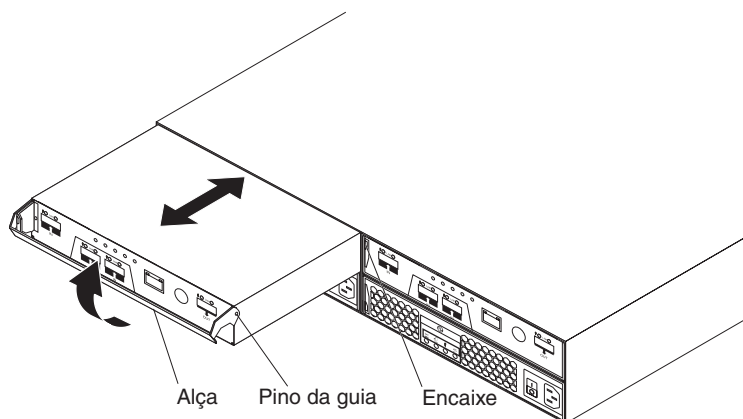

Figura 40. Removendo e Recolocando um Controlador
- b. Puxe lentamente a alça para fora do chassi para remover o controlador do compartimento, conforme mostrado na Figura 40.
- b. Certifique-se de que os pinos da guia na lateral do controlador sejam ajustados nos encaixes do chassi do DS3200. Consulte Figura 40 na página 74.